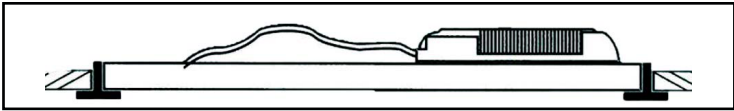
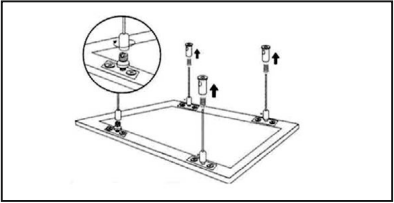
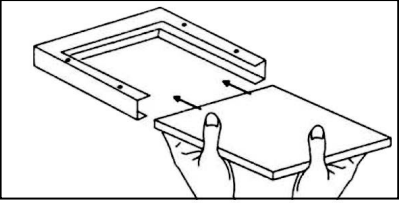

Рис. 3
Рис. 4
Рис. 5
- 5.11 Конструкцией осветительного прибора предусматривается как подвесное (рис.4), так и стационарное крепление. Стационарное встраиваемое путём установки на Т-профиль (рис.3) и стационарное накладное с помощью каркасной рамы (рис.5). **Внимание!** Подвесы (CP 10 Suspension set) и каркасная рама (CP 10 SMB 600x600) в комплект не входят и приобретаются отдельно.